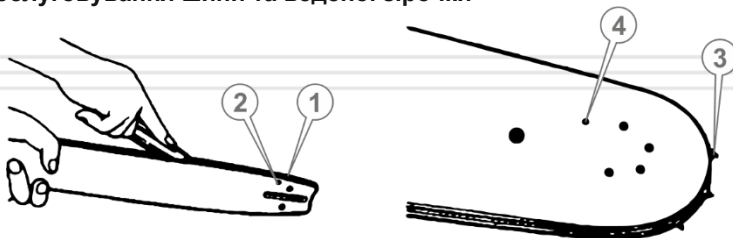

Рисунок 20 Обслуговування шини та веденої зірочки
1. Видаліть тирсу та бруд із жолоба шини, масляних отворів і веденої зірочки (див. рисунок 20).